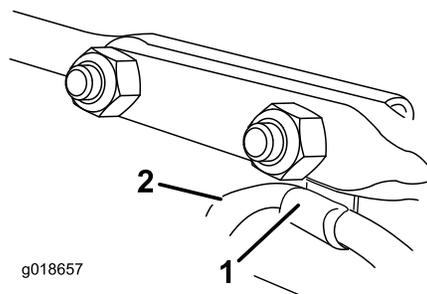

Bild 17
6. Setzen Sie die Kabelklemme, die das Ablenkblechkabel stützt, unter den Kopf der vorderen Schlossschraube auf. Befestigen Sie die Schlossschrauben mit Sicherungsmuttern aus den losen Teilen (Bild 17).